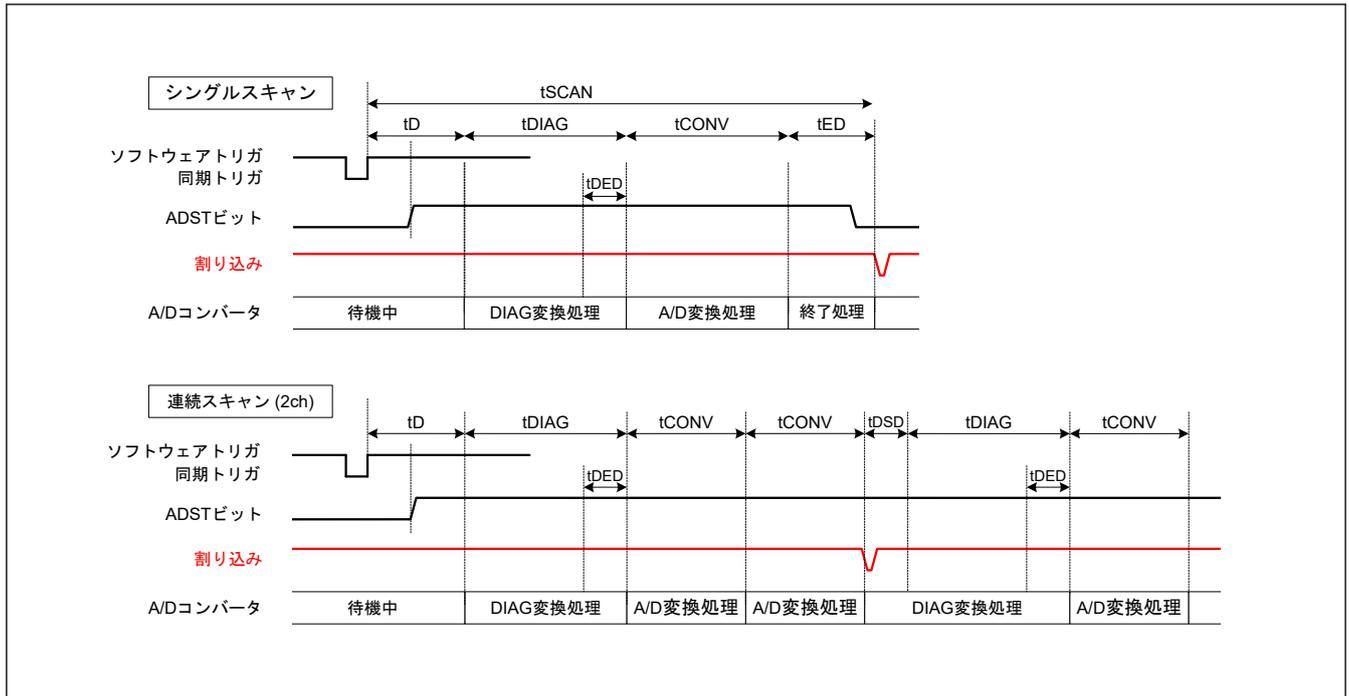
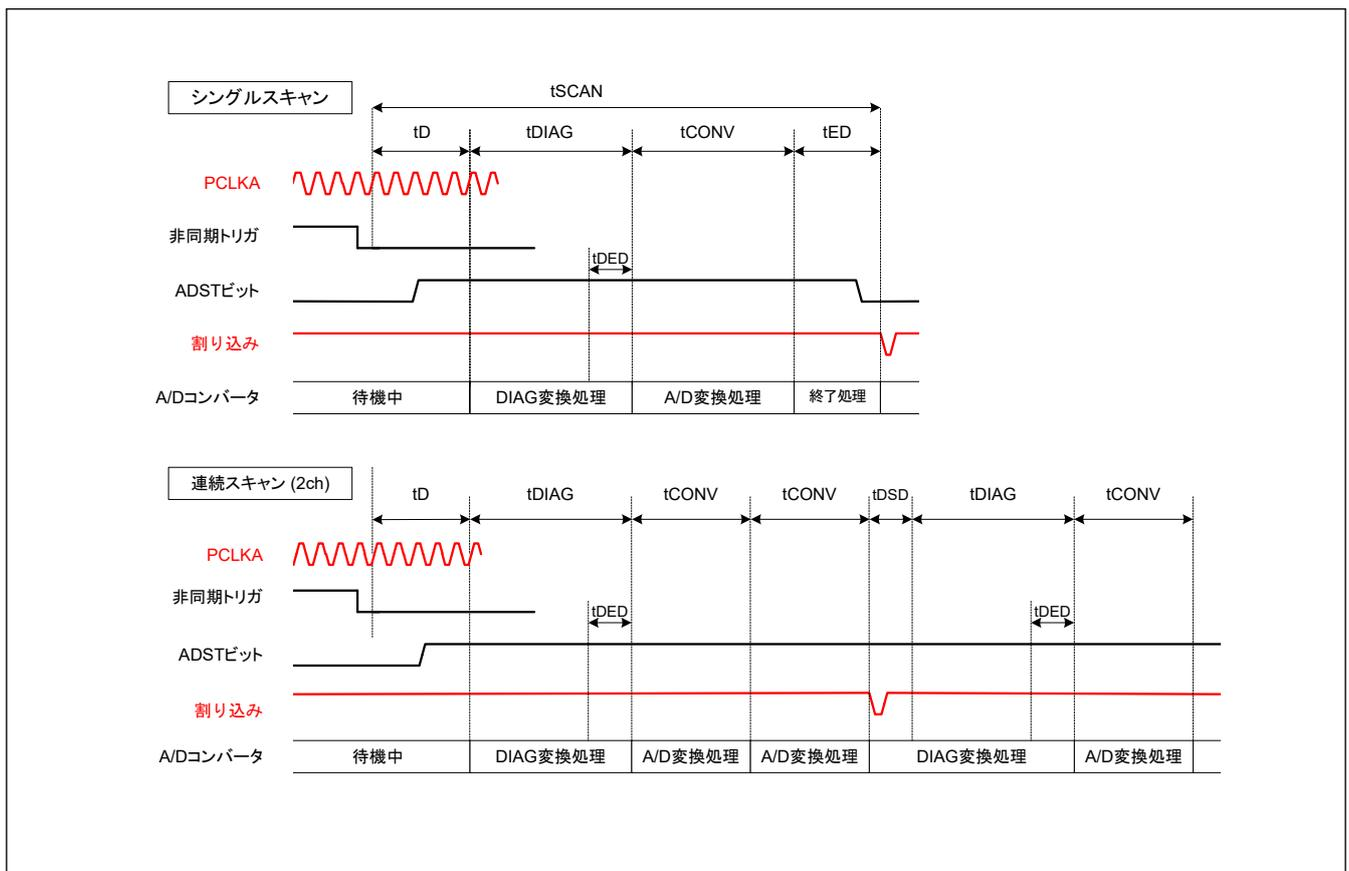

図 36.26 スキャン変換のタイミング (ソフトウェア起動または同期トリガ入力 (ELC) 起動の場合)
図 36.27 スキャン変換のタイミング (非同期トリガ入力 (ADTRG0) 起動の場合)
図 36.26 に、ソフトウェアトリガまたは同期トリガ (ELC) 起動によりスキャン変換を行う場合のタイミングを示します。また、図 36.27 に、非同期トリガ (ADTRG0) 起動によるスキャン変換を行う場合のタイミングを示します。スキャン変換時間 (t_{SCAN}) はスキャン変換開始遅延時間 (t_D)、断線検出アシスト処理時間 (t_{DIS})^(注1)、自己診断変換時間 (t_{DIAG} および t_{DSD})^(注2)、A/D 変換処理時間 (t_{CONV})、スキャン変換終了遅延時間 (t_{ED}) を含めた時間となります。
- 注 1. t_D , t_{DIAG} , t_{CONV} , t_{ED} の各タイミングについては、図 36.26 および 図 36.27 を参照してください。